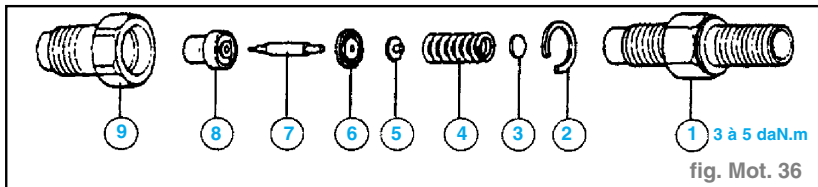

fig. Mot. 36
- Effectuer le démontage dans l'ordre indiqué. (fig. Mot. 36)